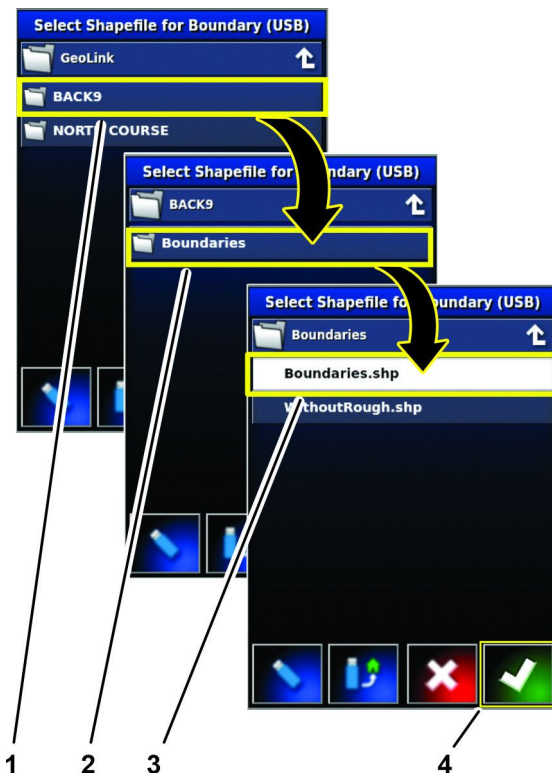

图 76
8. 按目录图标图 76导航至在 导出场地边界 (页码 29)的步骤 4 中导出的场地信息。
9. 按边界图标再按 BOUNDARIES.SHP 图标然后按“确认”图标图 76。